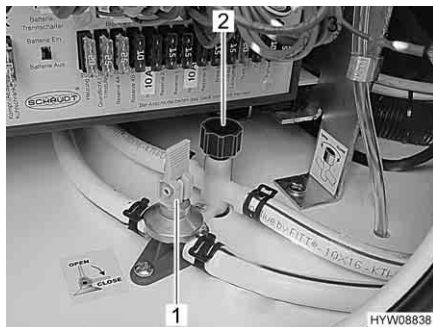

Fig. 149 Rubinetti di scarico
- Chiudere i rubinetti di scarico. Ruotare i coperchi (Fig. 149,2) in senso orario e posizionare la leva a bilanciere (Fig. 149,1) in posizione orizzontale.
- Aprire i rubinetti di scarico (Fig. 149,1 e 2). A questo scopo, ruotare il coperchio (Fig. 149,2) in senso antiorario e posizionare verticalmente la leva a bilanciere (Fig. 149,1).